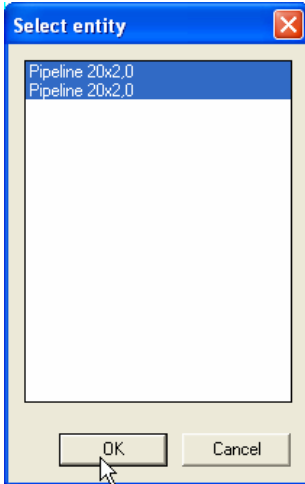

Рис. 3.2-58 Выбор трубопроводов для описания размеров
3. Размеры трубопровода изображаются уже в течение задания. Щелкните левой кнопкой мыши на место, куда желаете вставить описание размеров трубопровода. Появится диалоговое окно, в котором выделите, которые размеры трубопровода желаете вставить в проект. Если желаете описать размеры к обоим трубопроводам, выделите обе статьи. (Рис. 3.2-58)